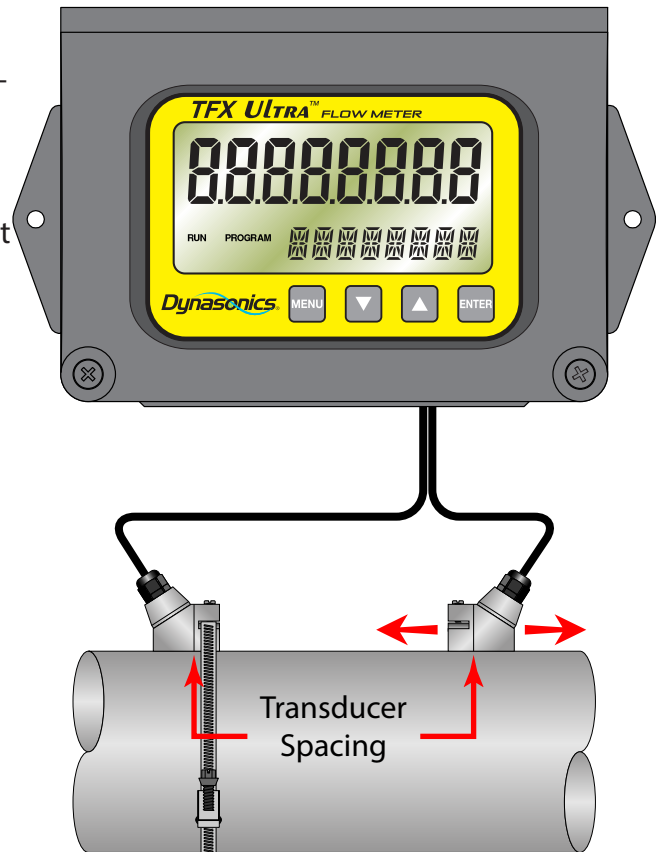

ABBILDUNG 2.5 – POSITIONIERUNG DER SENSOREN
- 2) Positionieren Sie den nachgeschalteten Sensoren im berechneten Abstand auf dem Rohr. Siehe **Abbildung 2.5**. Drücken Sie ihn mit der Hand fest. Befestigen Sie den Sensoren an dieser Stelle, falls die Signalstärke größer als 5 ist. Falls die Signalstärke nicht 5 oder höher ist, bewegen Sie den Sensoren in Richtung und weg vom vorgeschalteten Sensoren. Drücken Sie ihn dabei mit der Hand fest und achten Sie auf die Signalstärke.